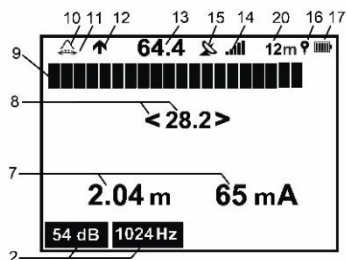
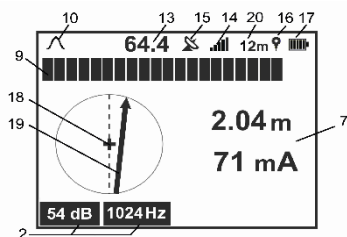
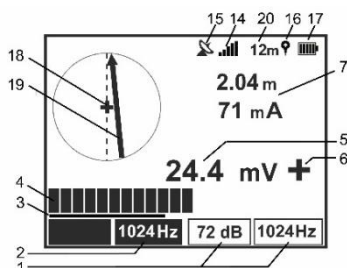

Fig. 19. Pantalla en modo "Trazado"
Fig. 20. Pantalla con la función de brújula
Fig. 22. Pantalla con brújula en modo "Trazado-SENSOR"
- **Trazado** – para buscar la línea subterránea con la medición simultánea de su profundidad y la corriente que fluye a través de ella con una frecuencia de trabajo dada. Vista de la pantalla en este modo se muestra en la **Fig. 19**.
Además, cuando se activa la función "Brújula, línea", se muestra la ubicación y la dirección del trazado respecto al receptor. La vista de pantalla con la función "Brújula, línea" en modo "Trazado" se muestra en la **Fig. 20**, y en modo "Trazado-SENSOR" en **Fig. 22**.
El valor mostrado del nivel de la señal de entrada en "dB" cambia su color a rojo al buscar en el "máximo" y "mínimo" (respectivamente pos. 13 y pos. 8 en la Fig. 19) en caso de sobrecarga de los canales de entrada relevantes.
La activación de la opción se realiza del menú del receptor: **Menú > Display > Brújula, línea** y luego la confirmación . La línea examinada se muestra esquemáticamente en forma de líneas – indicador de ubicación del trazado (pos. 19 **Fig. 20** y **Fig. 22**).
Moviéndose a lo largo del trazado, hay que girar el receptor hacia la línea de tal manera que el indicador de localización del trazado en la pantalla (sección 19, **Fig. 22**) coincida con el eje del receptor (sección 18 **Fig. 22**)
Si el nivel de la señal de frecuencia doble es suficiente, el receptor indica automáticamente la dirección de flujo de la corriente (pos. 12 Fig. 19). Después de activar la opción **Brújula, línea** la dirección de flujo de la corriente muestra el indicador del localizador del trazado (poz. 19 Fig. 22).